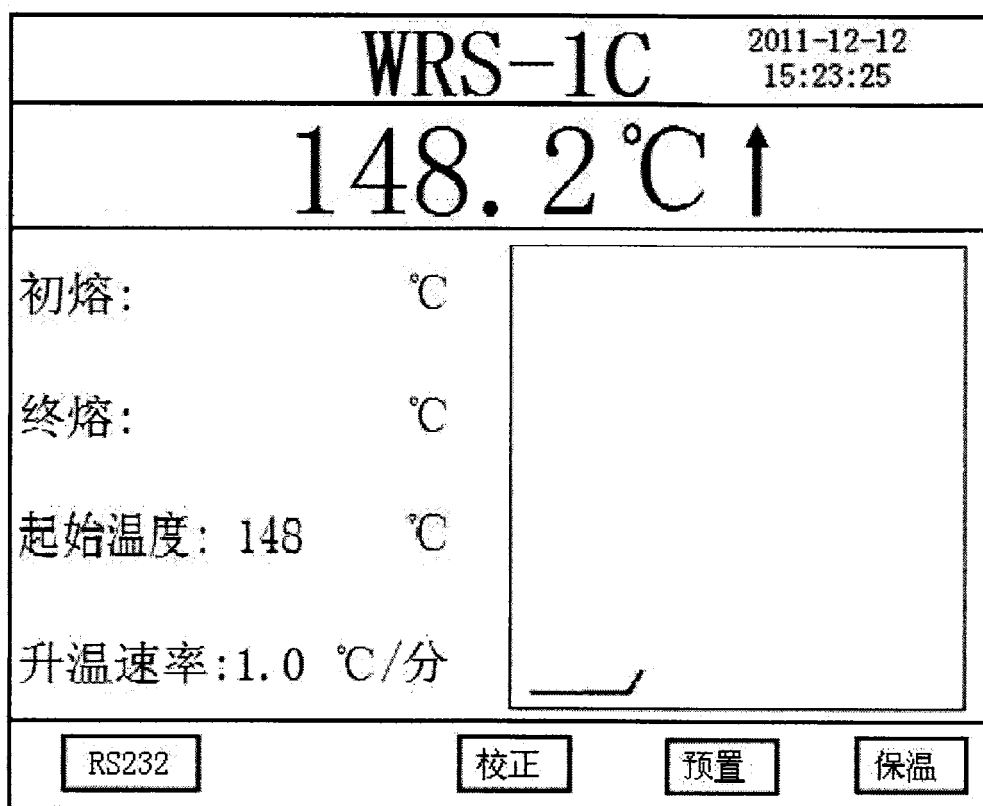

图 8
3. 当仪器温度稳定在预置的起始温度时，将装有测试样粉的毛细管插入加热炉。按升温键后屏幕显示示例图 8。